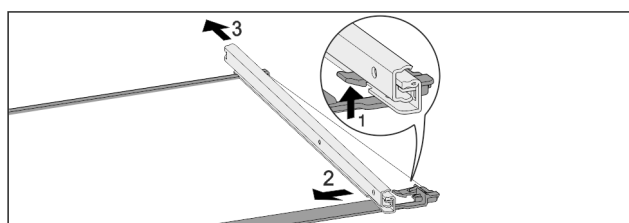

Fig. 139 Steklена plošča z vodili
- Sprednji zaskočni kaveljček potisnite navzgor. Fig. 139 (1)
- Izvlačno vodilo potisnite Fig. 139 (2) na stran Fig. 139 (3) in nazaj.